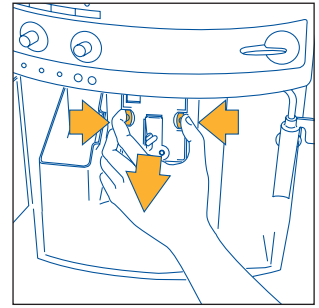

Abb.29
- Die beiden roten Entriegelungstasten der Brühseinheit seitlich und gegen die Mitte andrücken (Abb. 29) und die Brühseinheit herausziehen.